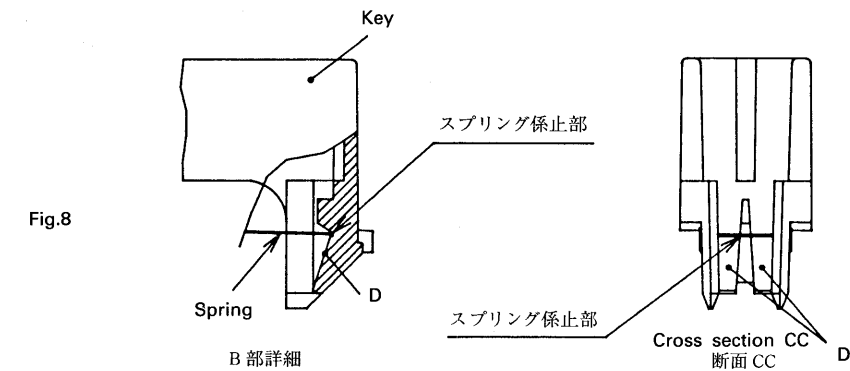

Fig.8
2. Referring to Fig.8, press the key in the direction of ④.
Firmly rest the spring on the spring dent (Fig.8). Don't let the spring stop at the slope D or the key touch will differ from the previous sensitivity.
注) スプリングをFig. 8に示すスプリング係止部に確実に係止しないと(斜面Dに止まる事がある)KEYタッチが変化してしまう。
2. スプリングをKEYスプリング係止部にあて(Fig. 8参考)方向4にKEYを押し込む。